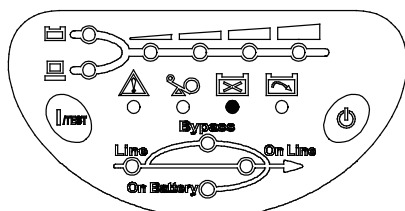

Рис. 4-6 Индикация неисправности батареи
**Необходимость замены батареи.** Свечение соответствующего индикатора информирует пользователя о необходимости заменить аккумуляторы. Если встроенный микропроцессор обнаруживает неисправность батареи, он подаёт три звуковых сигнала длительностью по 0,5 секунд с перерывом между сигналами также 0,5 секунд. После подачи первых трёх сигналов аналогичные сигналы подаются каждый час. См. рис. 4-6.